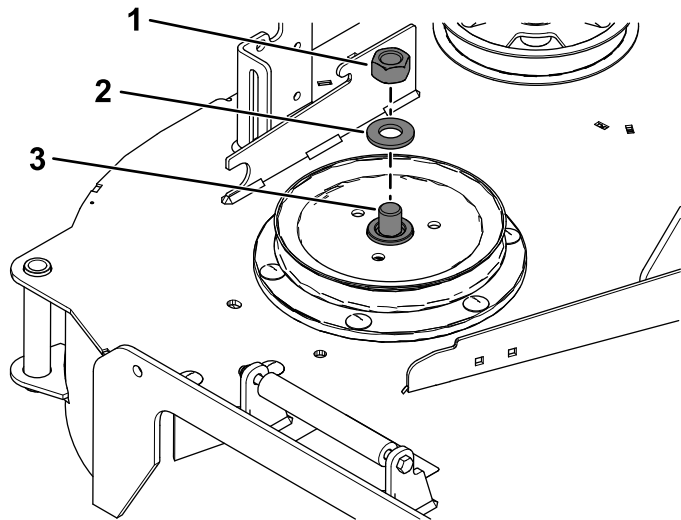

Bild 19
- Halten Sie die Spindelwelle mit einem Schraubenschlüssel (1-1/2") fest, wenn Sie die Sechskantmutter (3/4") und die Unterlegscheibe von der Spindelwelle entfernen (**Bild 19**).